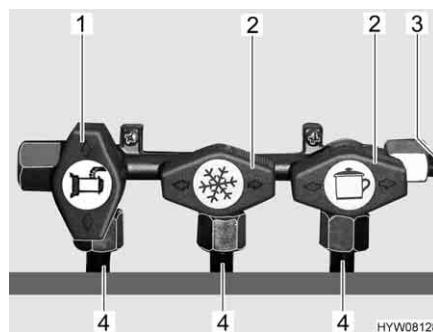

Fig. 112 Posizione dei rubinetti di arresto del gas (esempio)
- Posizionare il rubinetto di arresto del gas dell'apparecchio a gas corrispondente parallelamente (Fig. 112,1) alla tubatura (Fig. 112,4) che alimenta l'apparecchio a gas.
- Posizionare il rubinetto di arresto del gas dell'apparecchio a gas corrispondente trasversalmente (Fig. 112,2) alla tubatura (Fig. 112,4) che alimenta l'apparecchio a gas.